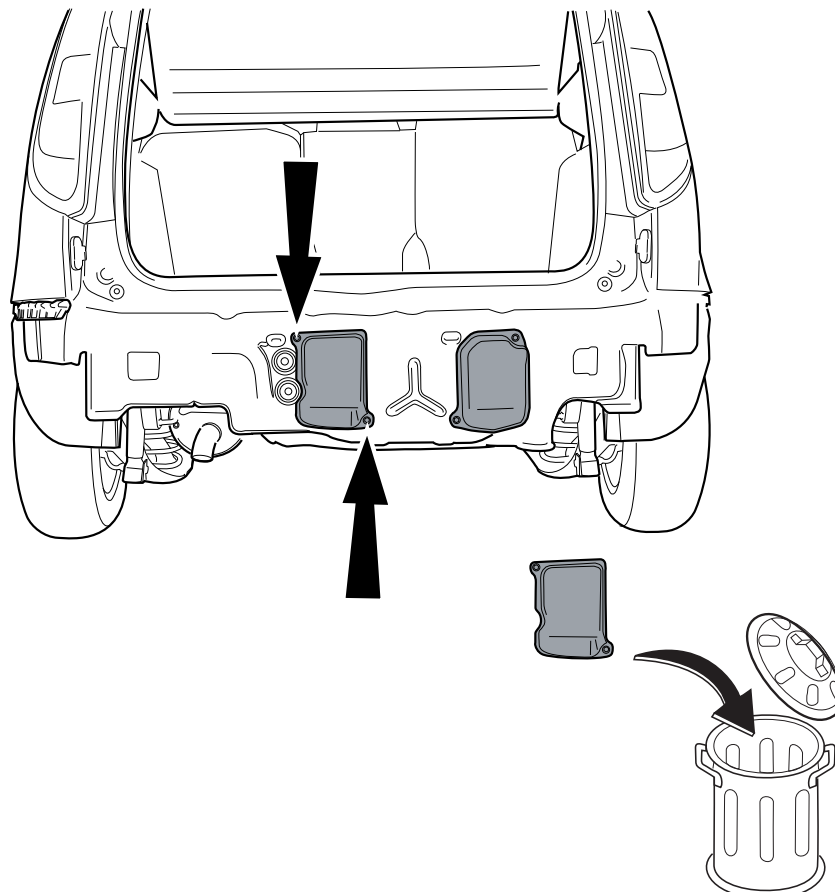

Fig.2
2. Remove the parts indicated in figure 2.
2. Die in Abbildung 2 angegebenen Teil abmontieren.
2. Démontez les pièces indiquées sur la figure 2.
2. Снять детали, указанные в рис. 2.